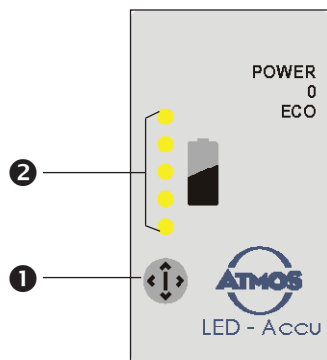

Fig. 5.
- Tenendo premuto il pulsante Test (❶, fig. 5), figura 5) della batteria ricaricabile LED, apparirà la capacità della batteria per circa 3 secondi (❷, figura 5, LED verdi per i livelli dall'1 al 5).
- Durante il processo di ricarica, è possibile vedere la capacità della batteria (❷, fig. 5, LED dal livello 1 al livello 5). La batteria è completamente ricaricata quando vengono estinti 5 LED.